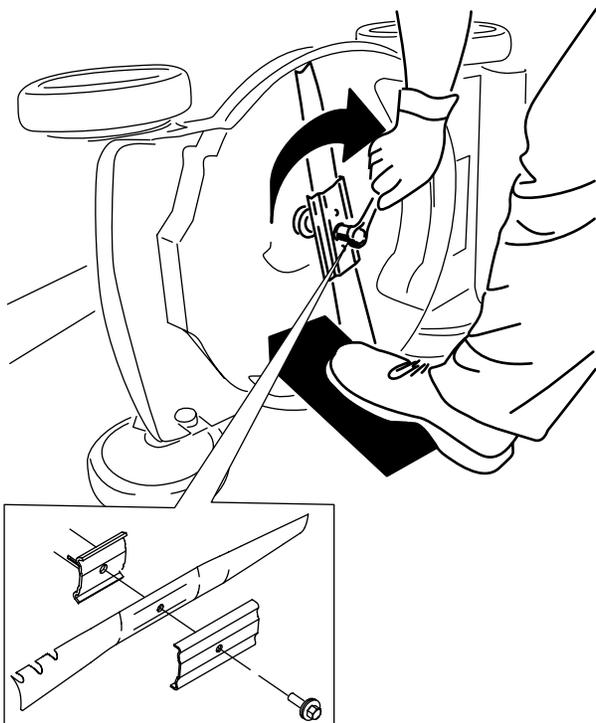

Figura 33
- Montate la nuova lama usando la bulloneria di montaggio (Figura 33).